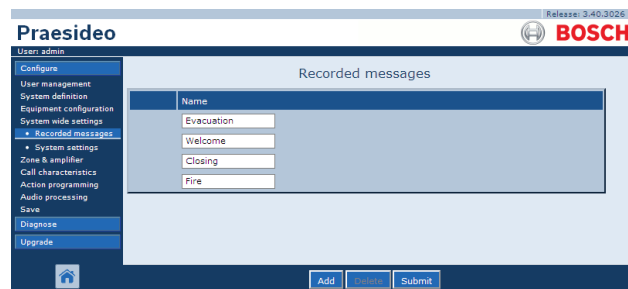

Abbildung 44.5: Anmelden von Durchsagen, Schritt 4
- 4 Klicken Sie auf die Schaltfläche *OK*, um die aufgezeichnete Durchsage zur Liste der angemeldeten aufgezeichneten Durchsagen hinzuzufügen. Im Main Frame der webbasierten Benutzeroberfläche wird ein Bildschirm angezeigt, der dem in Abbildung 44.5 gleicht.